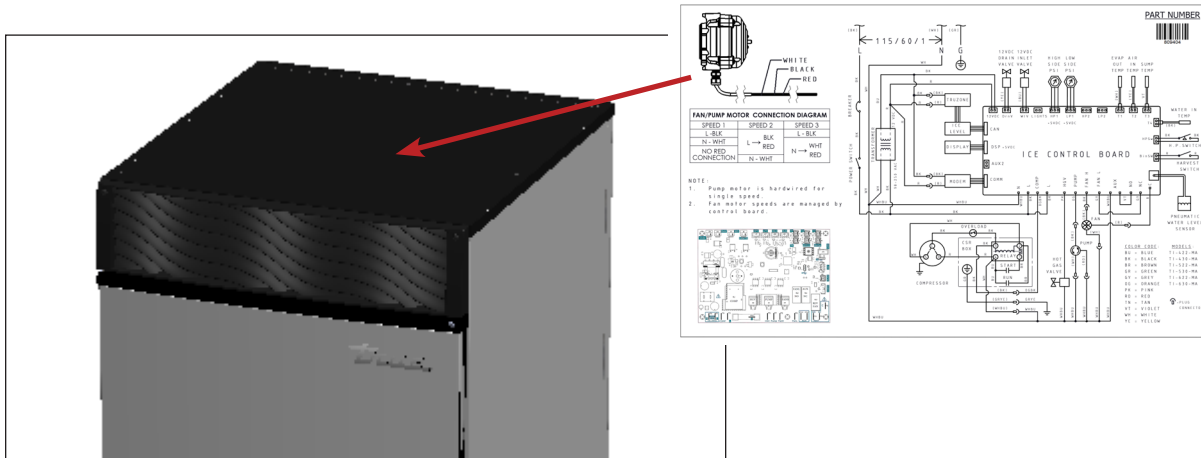

Abb. 1. Der Schaltplan befindet sich unter der Abdeckplatte.
- Siehe Schaltplan unter der Abdeckplatte, wie in Abb. 1 dargestellt. Wie Sie darauf zugreifen, finden Sie unter „Entfernen der Verkleidungen“ (S. 28).